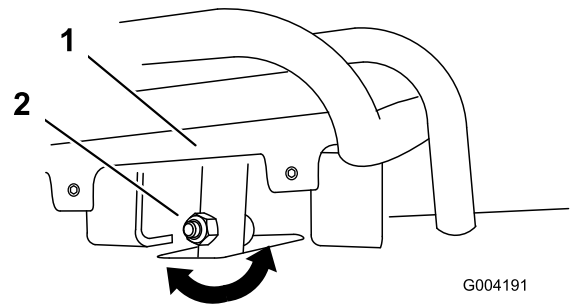
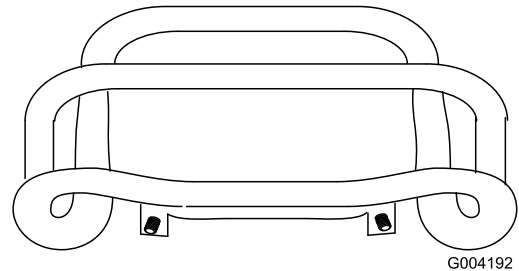

Figura 53
Figura 54
4. Si la parte delantera del control de tracción no queda enrasada con y paralela a la barra de referencia, afloje la tuerca con arandela prensada y el perno del tubo del control de tracción (Figura 53).
5. Ajuste el control de tracción hasta que quede enrasado con la barra de referencia al tirar del mismo hacia atrás del todo (Figura 53 y Figura 54).
- C. Afloje la tuerca con arandela prensada y el perno del tubo del control de tracción (Figura 53).
I. Ajuste el control de tracción hasta que quede enrasado con la barra de referencia al tirar del mismo hacia atrás del todo (Figura 53 y Figura 54).